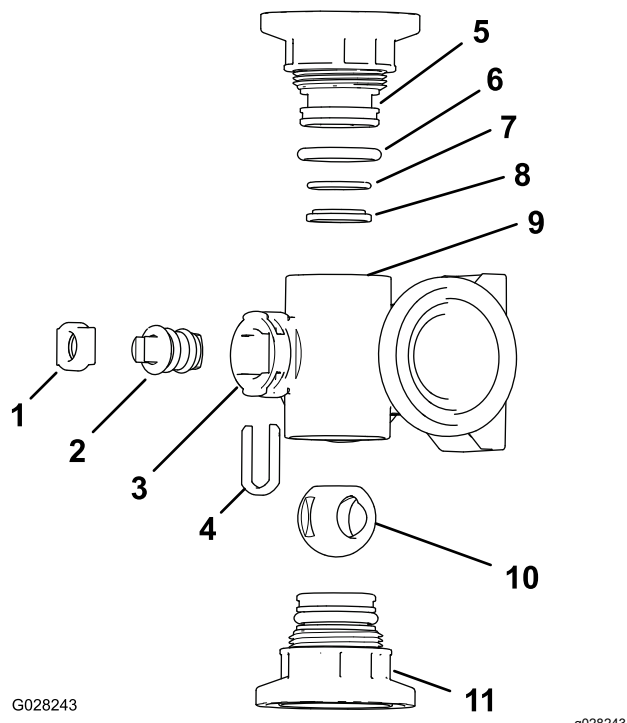
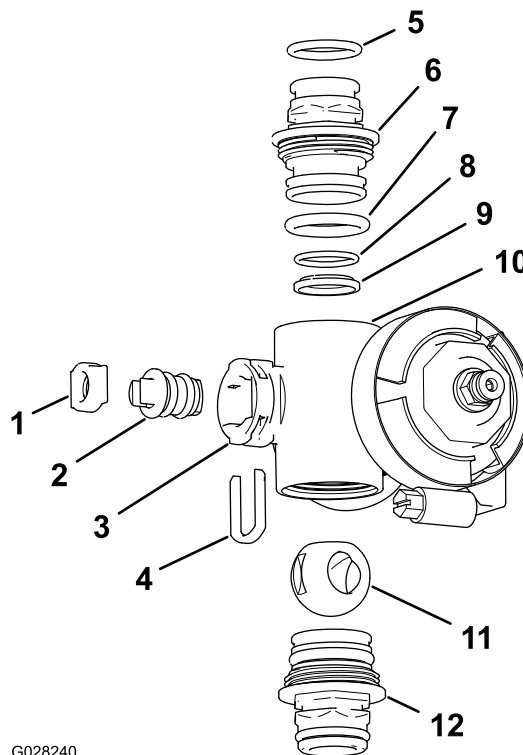

Figure 129
Figure 130
2. Déposez les 2 raccords d'embout à chaque extrémité du corps du collecteur (Figure 129 et Figure 130).
4. Retirez l'étrier de fixation de la tige des fentes de l'orifice de tige du collecteur (Figure 129 et Figure 130).
5. Déposez du collecteur l'étrier de fixation et le siège de la tige (Figure 129 et Figure 130).
6. En passant par le corps du collecteur, déposez la tige de vanne (Figure 129 et Figure 130).
1. Vérifiez l'état et l'usure des joints toriques de raccord de sortie (collecteur de vanne de section seulement), des joints toriques d'embout, des joints toriques de portée arrière et du siège de la bille (Figure 129 et Figure 130).
2. Appliquez de la graisse silicone sur la tige de la vanne et insérez-la dans le siège (Figure 129 et Figure 130).
3. Placez la tige et le siège dans le collecteur et fixez-les à l'aide de l'étrier (Figure 129 et Figure 130).
4. Vérifiez que le joint torique de portée arrière et le siège de la bille sont correctement alignés et engagés dans le raccord d'embout (Figure 129 et Figure 130).
5. Montez le raccord d'embout sur le corps du collecteur jusqu'à ce que la bride du raccord touche le corps (Figure 129 et Figure 130), puis tournez encore le raccord d'embout de 1/8 à 1/4 de tour.